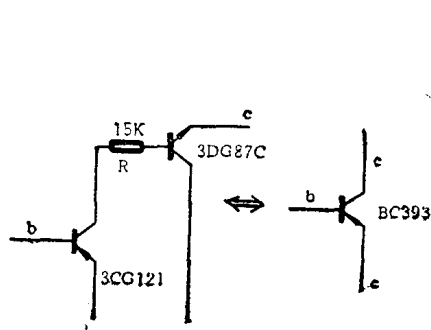

图 1-7
3. T953管的代换。T953是一种PNP型硅管，其主要电参数如下： $V_{ce0}=180V$ 、 $I_{CM}=100mA$ 、 $P_{CM}=400mW$ 。因手头上无耐压大于180V的PNP管，用一只 V_{ce0} 较低的PNP硅管3CG121和一只 V_{ce0} 较高的NPN硅管3DA87C复合后来代换T953，具体连接方法见图1-7所示。图中R的作用是减小3CG121的e、c极间电压。用上述的复合管代替T953后，开机，